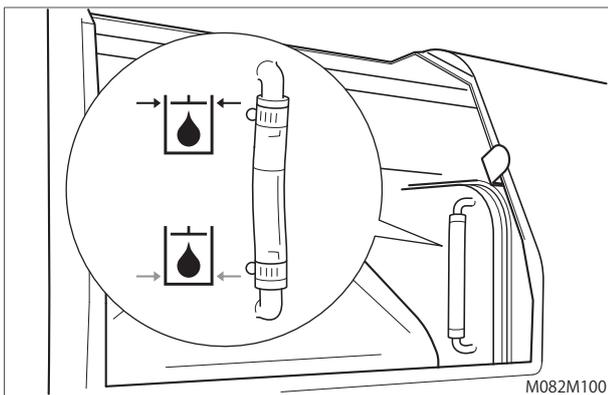

Abb. 7-1
- Tägliche Prüfungen des Ölmesstabs (siehe Abb. 7-1) können eine Veränderung des Hydraulikölstands anzeigen, die auf Probleme im Hydrauliksystem hinweisen kann.